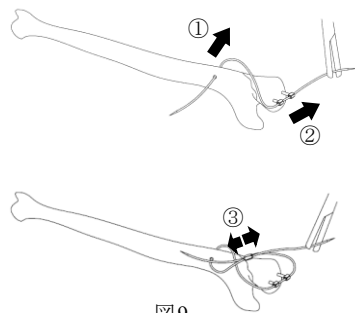

図9
- 2) ケーブルが交差するよう、①骨孔、②ケーブルホール、③スリーブ締結器の順でケーブルを通します。ケーブル挿通後、CS ピン用レンチアダプタ (1 穴) で用手的に CS ピンを骨面まで密着させます。(図9)